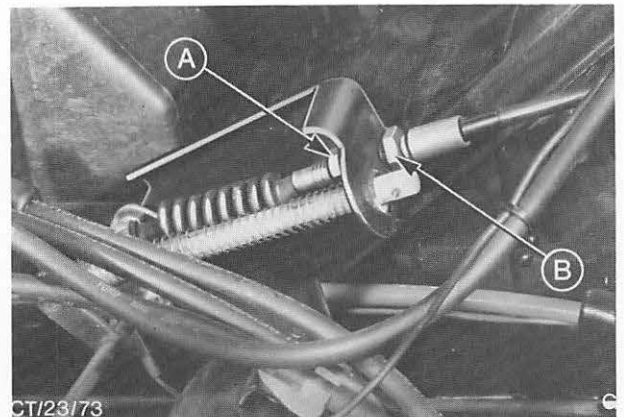

Abb. 152 Vergaser-Betätigungszug mit Kontermutter
4. Einstellhülse (bzw. Kontermutter bei Fahrzeugen mit V6-Motor und Automatik-Getriebe) ganz lösen. Abb. 152.